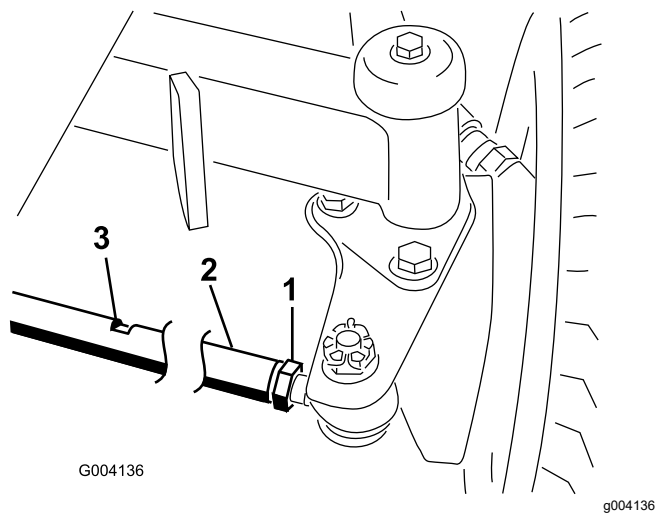

図 134
1. 各タイロッド 図 134 の端についているジャムナットをゆるめる。